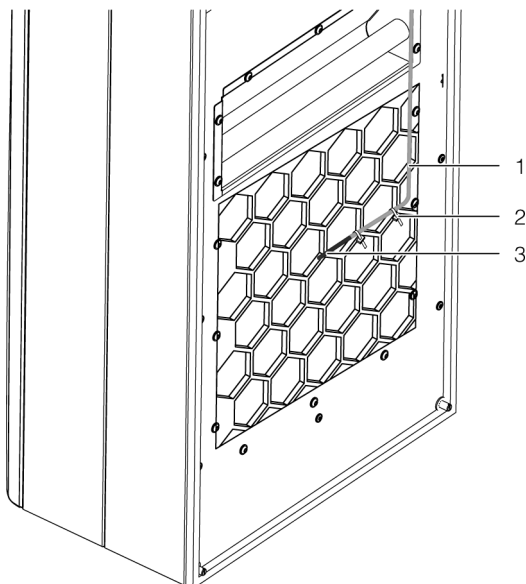

Bild 24: Temperaturgivare framför kallluftsutgången (bilden visar ett exempel)
- För temperaturgivaren till mitten framför kylaggregatets kallluftsutgång (bild 24).